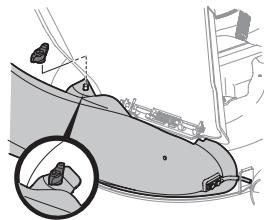

Figure 16
4. Fixez le coude de la goulotte au plateau de coupe avec un écrou papillon (720-04122) du kit de quincaillerie (689-02200). Voir l'encadré de la Figure 16.